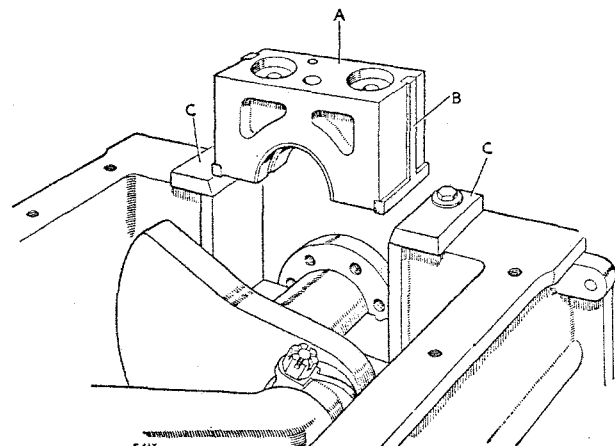

Fig. A-314—Montaje del sombrerete trasero y del conjunto de sellado.
13. El montaje del sombrerete del cojinete de bancada trasero con sellados laterales en posición, se facilitará usando una herramienta de plomo, Pieza No. 270304 montada en los prisioneros adyacentes al orificio del sombrerete del cojinete trasero. Véase Fig. A-314.